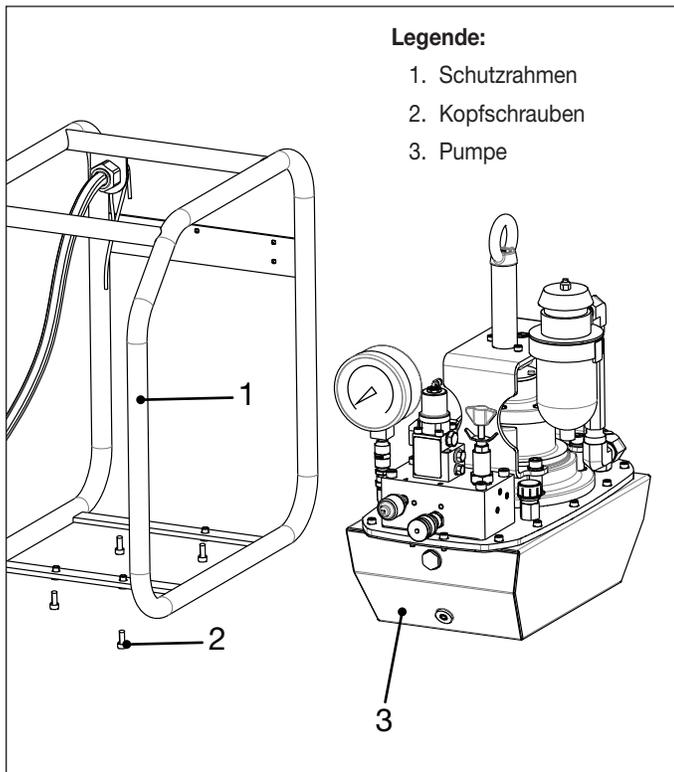

Abbildung 17: Pumpe und Schutzrahmen
8. Entfernen Sie die vier Kopfschrauben, mit denen der Schutzrahmen am Hydrauliktank befestigt ist. Siehe Abbildung 17.
19. Bringen Sie den Hydrauliktank mit vier Kopfschrauben am Schutzrahmen an. Tragen Sie auf alle Kopfschrauben Loctite 243 Gewindeversiegelung auf und ziehen Sie diese mit einem Drehmoment von 14,9-17,6 Nm [11-13 ft-lbs] an. Siehe Abbildung 17.